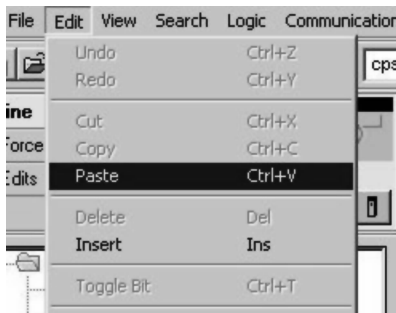

图 9-49 选中标签编辑菜单 Paster
10. 在工具栏菜单中，选择“编辑 > 粘贴”（Edit > Paste），如图 9-49 所示。